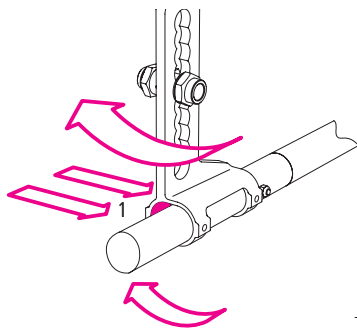

Abb.51
3. Setzen Sie anschließend beide Halbmonde sowie die Schrauben (1, Abb. 51) auf der gegenüberliegenden Seite wieder ein.